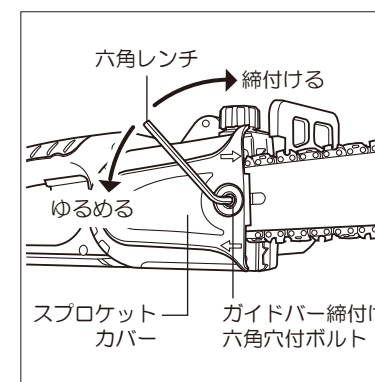
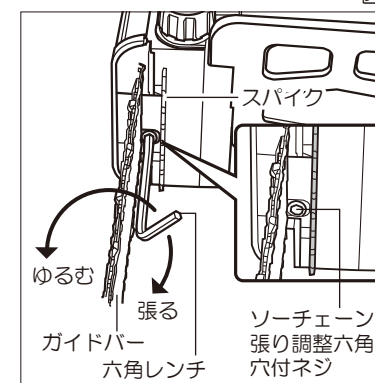
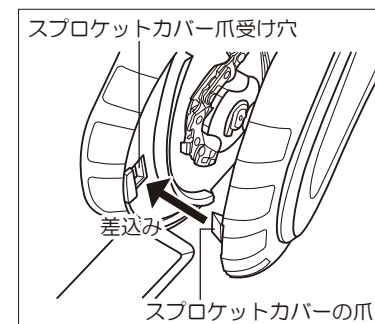

図6
図7
図14
- ①スプロケットカバーに付いているガイドバー締付け六角穴付ボルトを、付属の六角レンチでかるく左回してゆるめてください。(図6参照)
- ②ガイドバーとスパイクの間にある、ソーチェーン張り調整六角穴付ネジを付属の六角レンチで回し、ソーチェーンの張りを調整してください。(図7参照)
- ③張り調整六角穴付ネジを右に回すとソーチェーンは張り、左に回すとゆるみます。(図7参照)
- ④ガイドバーの中間でソーチェーンを指で軽く引き上げ、ソーチェーンの張りがガイドバーとソーチェーンとの間が4~5mm程度であることを確認してください。(P.8ソーチェーンの張り確認参照)
- ⑤ソーチェーンの張り調整が終わりましたら、ガイドバー締付け六角穴付ボルトを確実に締付けてください。(図6参照)
- ④ソーチェーン張り調整六角穴付ネジを付属の六角レンチで回し、軽くソーチェーンを張ってください。(ソーチェーン張り調整六角穴付きネジは、ガイドバーとスパイクの間にあります。P.10図7参照)
- ⑤スプロケットカバーをかぶせてください。
- Ⓔカバーの爪を本体の爪穴に先に差込みます。(図14参照)